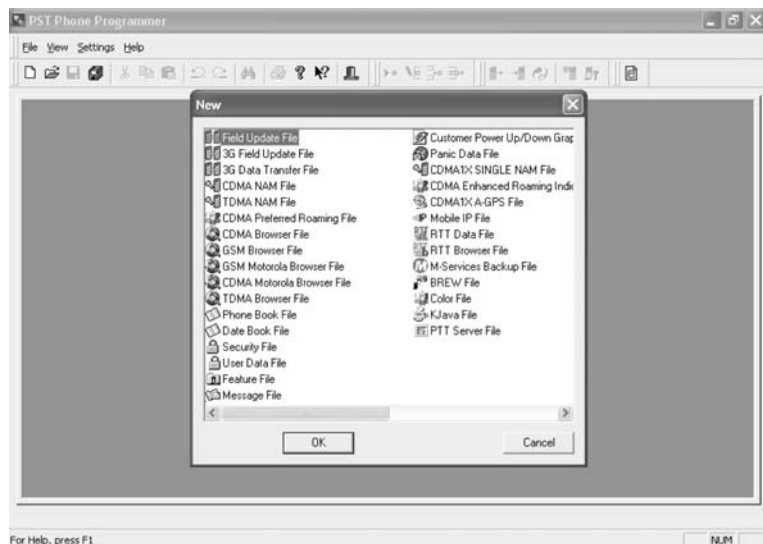

Рис. 2.4. Основное диалоговое окно программы PST
1. В меню «File» выбирают пункт «New». На экран будет выведен список доступных модулей (рис. 2.4).